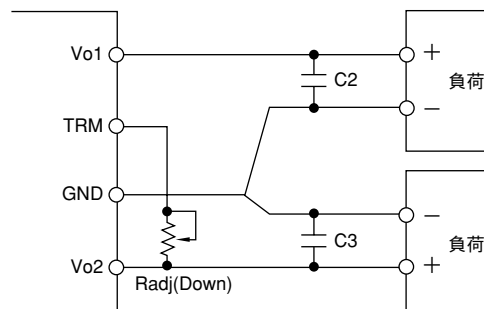

図3-5 可変抵抗接続 (トリムダウン)
- b) Vo2端子間に接続することにより低く設定することができます。図3-5参照